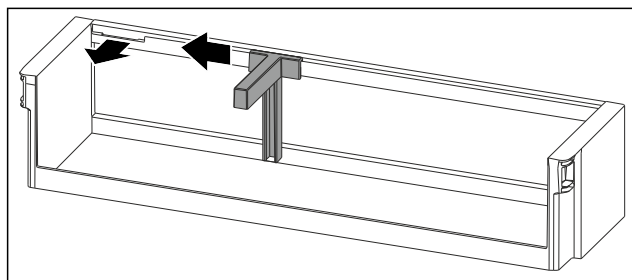

*Fig. 162*
- ▶ Insérer le filtre à charbon actif d'après le schéma *Fig. 162 (1)*.
- ▶ Insérer le compartiment *Fig. 162 (2)*.